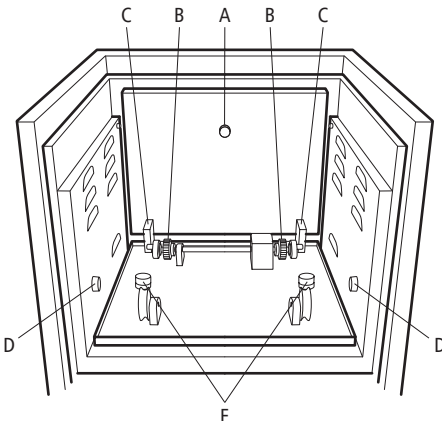

Abbildung 4: Antriebskomponenten des Inkubators INC-200D-H
- 5.4 Die Rotisserie auf dem Rotationsmechanismus des Inkubators platzieren. Dabei muss sichergestellt werden, dass die gezahnten Bänder an beiden Enden der Rotisserie auf die Stahlzähne des Rotationsmechanismus auf der Rückseite des Inkubators gesetzt werden (Abbildung 4, B). Die Plastikflansche der Rotisserie müssen mit den kleinen Rädern auf dem Boden des Inkubators übereinstimmen. Anschließend die Inkubatortür schließen.
- 6.2 Die Plattform an ihrem Griff (Abbildung 4, A) aus ihrer Transportposition herausnehmen, nach vorne schieben und auf dem Schüttelmechanismus platzieren. Dazu müssen die seitlichen Stifte der Plattform in die Halterungen (D) an den Seitenwänden der Inkubator-kammer eingesetzt werden. Dabei müssen die Nylonblöcke (C) an der Unterseite der Plattform auf den Stiften (E) aufliegen, die aus dem Rüttelmechanismus an der Rückseite des Inkubators herausragen.